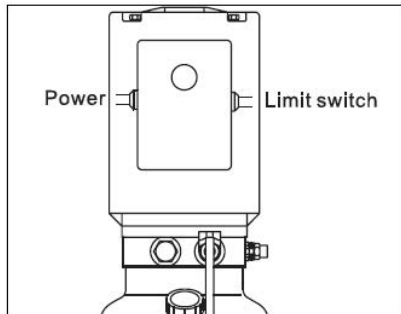

рис.39
монтажного блока электродвигателя (рис. 39) согласно схеме на стр. 4.
4.4.3.4 Закрыть крышку электрического блока. Нажать кнопку пуска (рис. 39), направление вращения двигателя должно соответствовать стрелке на корпусе насоса.